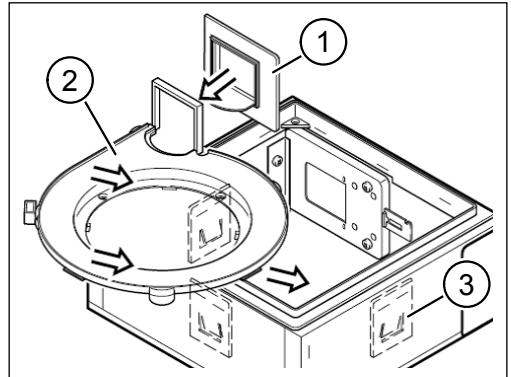

Abb. 21: Adapter (kurze Ausführung) in Spiralunterteil einsetzen
- ▶ Setzen Sie den Adapter, kurze Ausführung (Pos. 1 in Abb. 21), in das Spiralunterteil (Pos. 2 in Abb. 21) ein.
- ▶ Achten Sie darauf, dass das Spiralunterteil in allen 3 Schnappfedern (Pos. 3 in Abb. 21) einrastet.